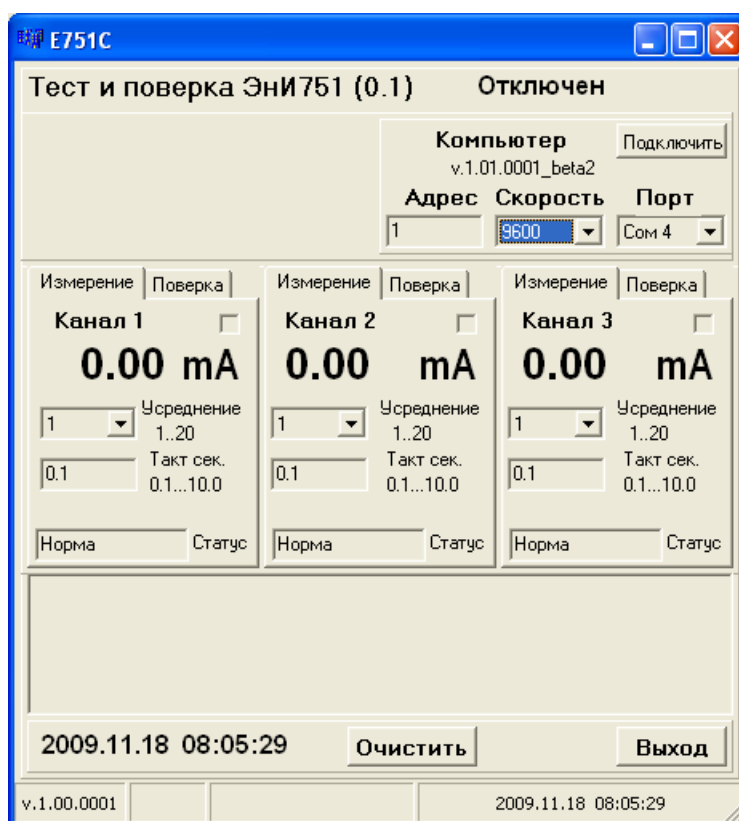

Рисунок 4 – Программа поверки ЭНИ-751
9.8.3. Для проведения поверки на ПК в ОС Windows XP должны быть установлены драйверы виртуального COM-порта (см. руководство на ЭНИ-402) и запущена программа измерения и поверки E751 (Рисунок 4).